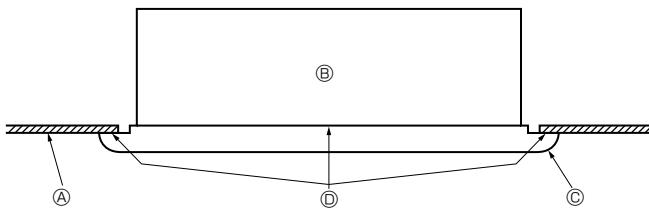

Рис. 5-6
- На этом этапе убедитесь в отсутствии щелей между внутренними прибором и передней панелью, а также между передней панелью и поверхностью потолка. Наличие щелей может привести к попаданию ветра, что, в свою очередь, может вызвать капание воды. (Рис. 5-6).
5.4. Контрольные проверки после установки (Рис. 5-6)